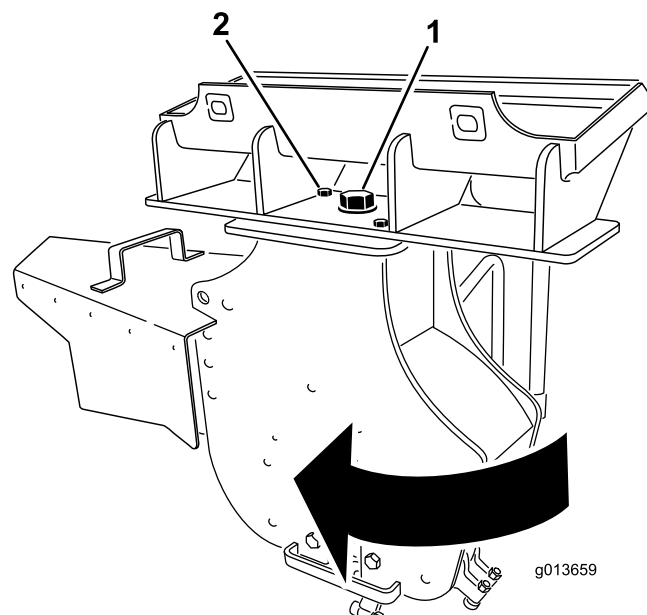

Bild 13
- Entfernen Sie die vordere Schraube und Mutter, die die Fräse befestigen (Bild 13).
- Drehen Sie die Fräse um 30 Grad nach rechts (Bild 13).
- Ziehen Sie die große Schraube oben an der Fräse mit 406 N·m an, wie in Bild 13 abgebildet.
- Setzen Sie die Schraube und die Mutter in das vordere Loch ein und ziehen sie mit 101 N·m an, wie in Bild 13 abgebildet.
- Lockern Sie die große Schraube an der Oberseite der Fräse (Bild 13).
- Drehen Sie die Fräse um 30 Grad nach links (Bild 13).